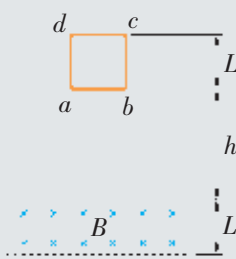

图 1-42
8. 如图 1-42 所示, 有一边长 $L = 0.1\text{ m}$ 的正方形线圈 $abcd$, 质量 $m = 10\text{ g}$, 自高度 $h = 0.2\text{ m}$ 处自由下落。下边 ab 进入匀强磁场后, 线圈开始做匀速运动, 直到其上边 dc 刚刚离开匀强磁场为止。此匀强磁场区域的宽度也是 L 。求线圈在穿越匀强磁场的过程中产生的热能。取 $g = 10\text{ m/s}^2$ 。